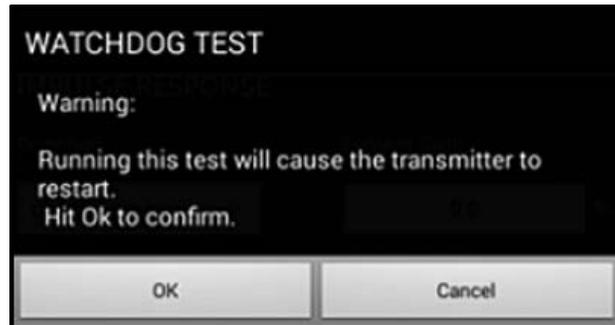

Рис. 115: Предупреждение теста сторожевой схемы
2. Правильно функционирующий PT900 перезапускается, если запущен тест сторожевой схемы, и отображается предупреждающее сообщение, подобное Рис.115 ниже.